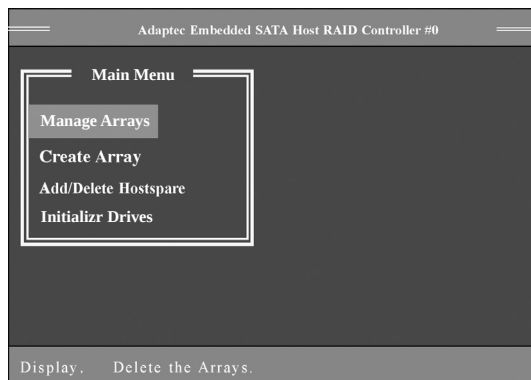

图 4-9 RAID 配置界面
按 <↑↓> 键选择 “Array Configuration Utility”，回车进入。出现 RAID 阵列配置界面，如图 4-9 所示：
- 第二步：选择 “Array Configuration Utility”，回车进入 RAID 阵列配置界面。（如图 4-9）
第一步：开机后，根据屏幕提示，按 <Ctrl><A>，进入配置窗口界面。（如图 4-9）。